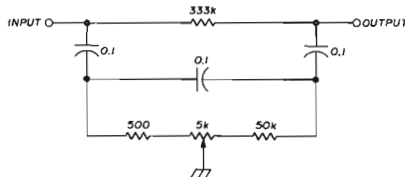

Fig. 6
I vecchi ricevitori a tubi sono specialmente affetti da ronzio a 50 Hz; i nuovi anche se recentissimi, hanno in generale un filtraggio insufficiente e quindi ronzio a 100 Hz. Il circuito di fig. 6 è stato realizzato da l'A. per poter fare misure della cifra di rumore con lo strumento collegato alla uscita BF. Senza questo notch-filter, col volume a zero, la lancetta dello indicatore *da va un bel segnale*, che in effetti era ronzio. Per rilevare il rumore effettivo, è necessario nella maggior parte degli apparati, sopprimere il ronzio. In molti casi tale ronzio si sente in cuffia, quindi il filtro è utile non solo per le misure ma anche per la ricezione. Con le costanti riportate sullo schema, il potenziometro trimmer (P) consente di fare il notch tra 40 e 120 Hz. Con 150 nF la gamma del notch va da 26 a 80 Hz; con 50 nF si va da 100 a 300 Hz.